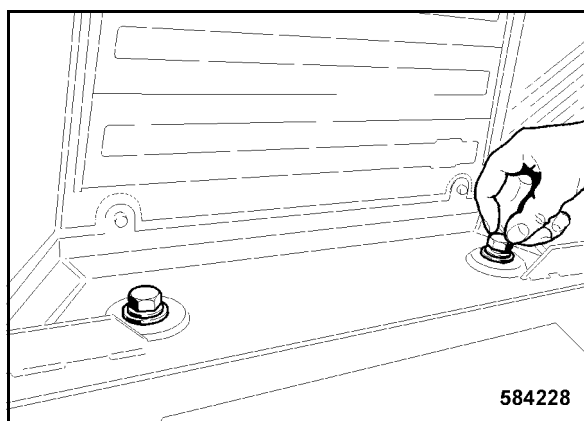

Fig. 177
- Volver a soltar ambos tornillos de fijación (Fig. 177) en la zona trasera de la cabina.
- Apretar ambos tornillos de fijación (Fig. 177) en la zona trasera de la cabina con 578 Nm.